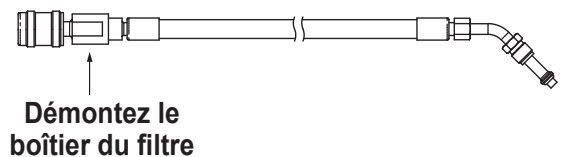

Figure 19
2. Démontez le tuyau de remplissage du réservoir au niveau du boîtier du filtre comme illustré sur la figure 19.